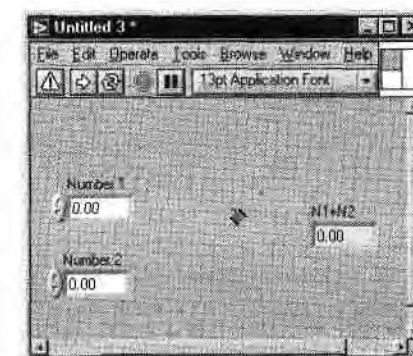

Рис. 5.18
3. Щелкните мышью по открытой области лицевой панели. Пунктирная линия исчезнет, а терминал окрасится в цвет, соответствующий типу назначенного элемента (рис. 5.18), что означает правильное подключение элемента управления или отображения к терминалу.